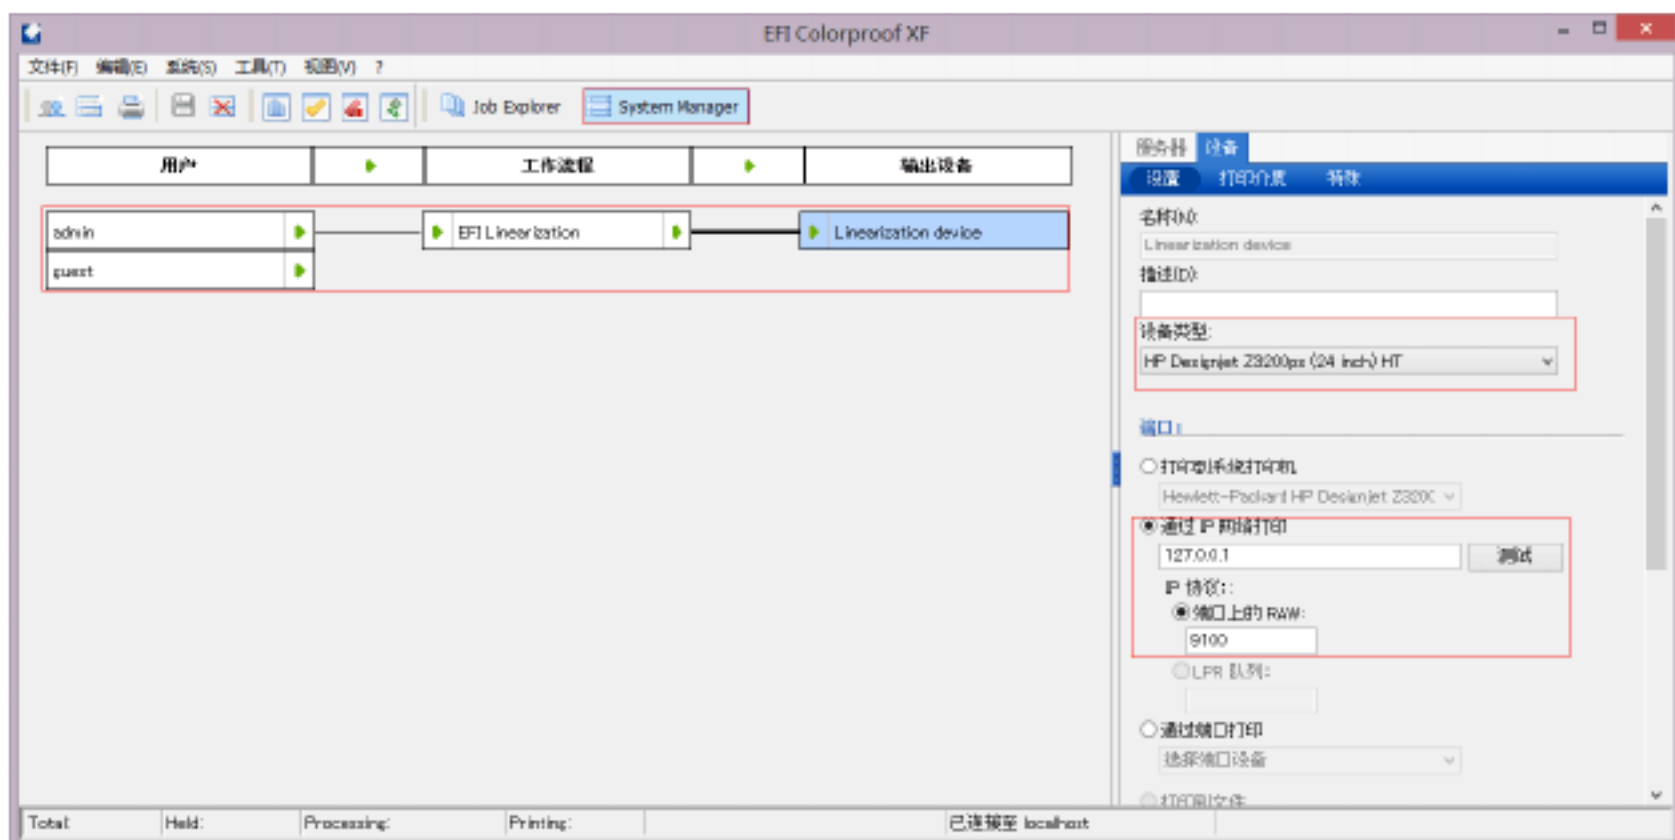

图 1
1. 根据使用打印机的情况对 Linerazation Device(设备)做好相关设置，并保证 Linerazation 工作流程是畅通的，即显示为绿色箭头。(如图 1)
2. 选择图1中 Linerazation Device(设备)界面，选择“设备-打印介质”，选择“墨水类型”和“打印介质名称”，在“校准集”栏中选择“新建”，进入“Color Manager”界面（如图 2-b），对打印机进行线性化。